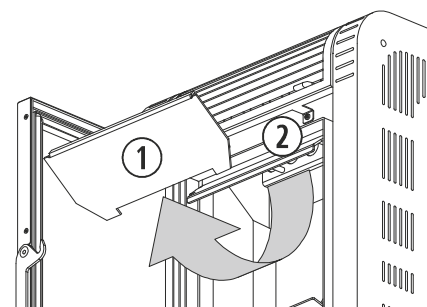

Figura 20
Nei modelli *Moon* (figura 20) e *Basic*, si deve realizzare un'operazione di pulizia totale dello scambiatore di calore (②), quest'operazione dovrà essere eseguita settimanalmente. Per avere un miglior accesso allo scambiatore e poter pulirlo di forma esaustiva, nei modelli *Moon* e *Basic* dobbiamo spingere verso l'alto la placca superiore del focolare (①), fino a disinnestare i pannelli che la fissano alla placca centrale e tirarla. Al termine, collochiamo di nuovo la placca superiore assicurandoci che i piedini rimangano correttamente incorporati.
①	Placca superiore del focolare.
②	Scambiatore di calore.